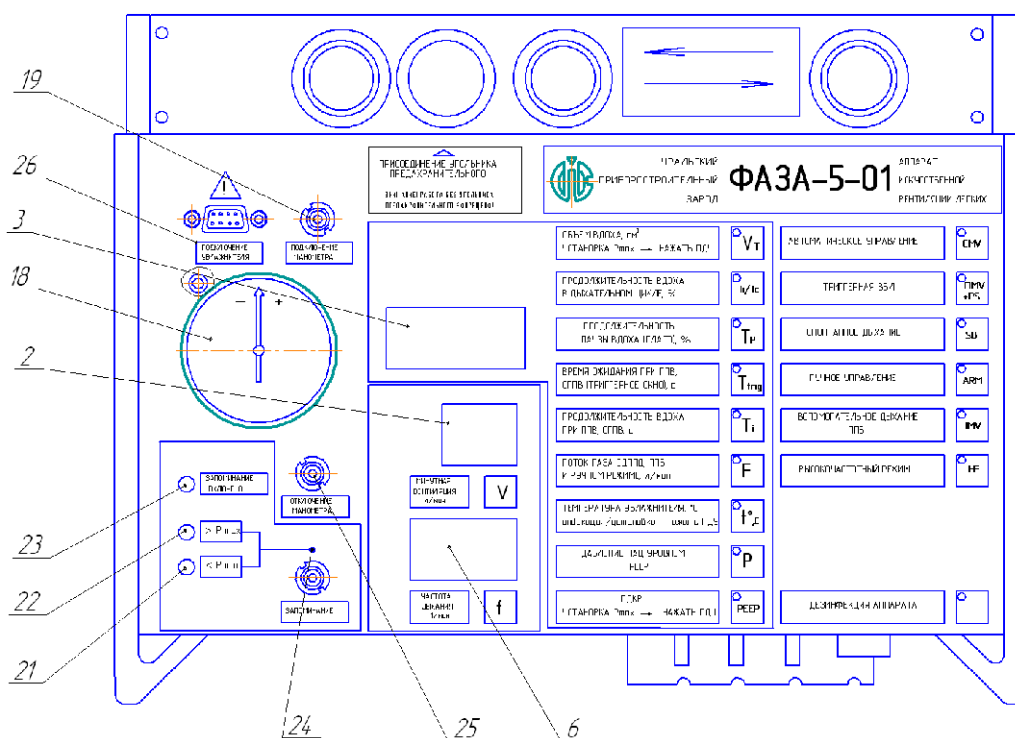

Рис. 5-Верхняя панель аппарата
На верхней панели аппарата (рис.5) расположен блок индикации.
– ручка 1, предназначенная для регулирования \dot{V} (на режиме ИВЛ или ВЧ) или регулирования F – на режимах СД (СДППД), РУ и ППВ. Фактическое значение величины \dot{V} индицируется на индикаторе 2, а F – на индикаторе 3 (при нажатии кнопки F) (рис.5);
– ручка 5, предназначенная для регулирования f в пределах 10÷40 мин⁻¹ при работе на режиме ИВЛ, и в пределах 40÷160 мин⁻¹ при работе на режиме ВЧ. Фактическое значение f индицируется на индикаторе 6 (рис.5) при нажатии соответствующей кнопки.
– ручка 7, предназначенная для регулирования T₁/T_c. Фактическое значение T₁/T_c(в %) индицируется на индикаторе 3 (рис. 5)
– ручка 8, предназначенная для регулирования продолжительности паузы вдоха (величины плато на вдохе). При регулировании продолжительности паузы ни величина V, ни величина V_r не изменяются. Фактическое значение продолжительности паузы вдоха индицируется на индикаторе 3 (рис.5) при нажатии кнопки T_p.
– ручки 10 и 11, предназначенные для регулирования времени между принудительными вдохами на режиме ППВ (время ожидания) и продолжительности вдоха на этом режиме. Фактическое значение времени ожидания и времени вдоха индицируется на индикаторе 3 (при нажатии кнопки T_{trig}) (рис. 5).